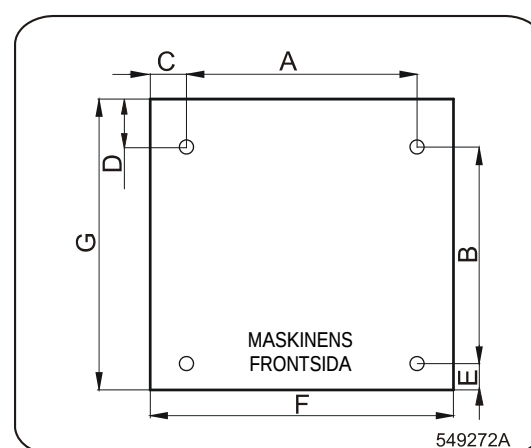

Fig.10 Fast förankrade maskiner
- „○“ – Borrmärket för ankarbultar, eller kemiska ankarbultar, se Fig.10.
- Det befintliga betonggolvet skall ha minst 120mm / 4.72". Mått för förankring, se fig. 10, tabell 20.